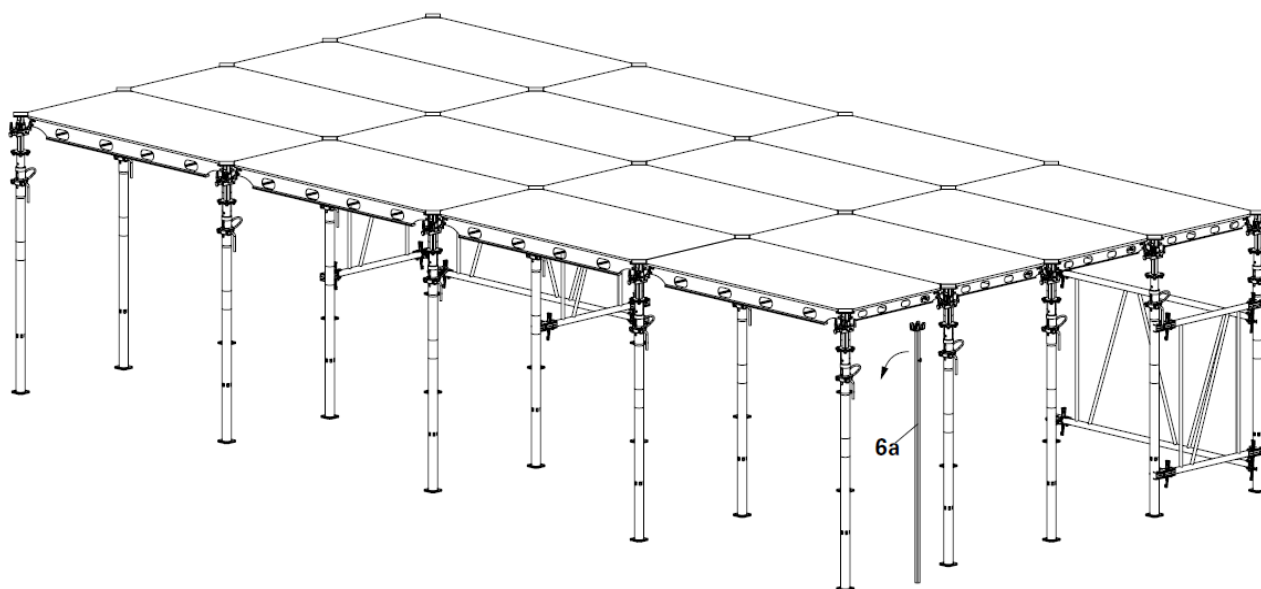

Fig. A4.14
9. Depois de posicionada o último prumo, retirar o segundo auxiliar de cofragem (6a). (Fig. A4.14)